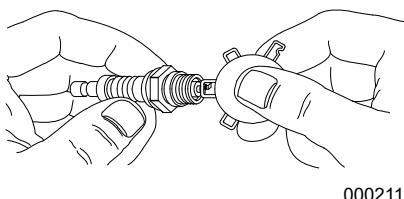

Figure 4-4. Bougie d'allumage
- Voir la **Figure 4-4**. À l'aide d'une jauge d'épaisseur, vérifiez l'écartement des bougies d'allumage, et réajustez-le entre 0,7 et 0,8 mm (0,028-0,031 po).